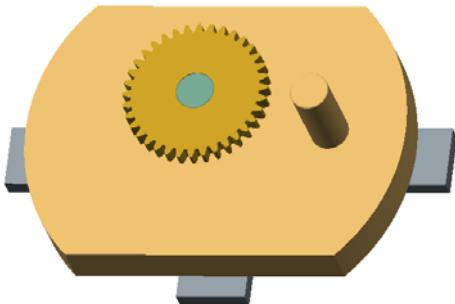

图 9.4.26 “放置”界面
(4) 单击操控板中的 按钮，完成刚性连接的创建，如图 9.4.26 所示。